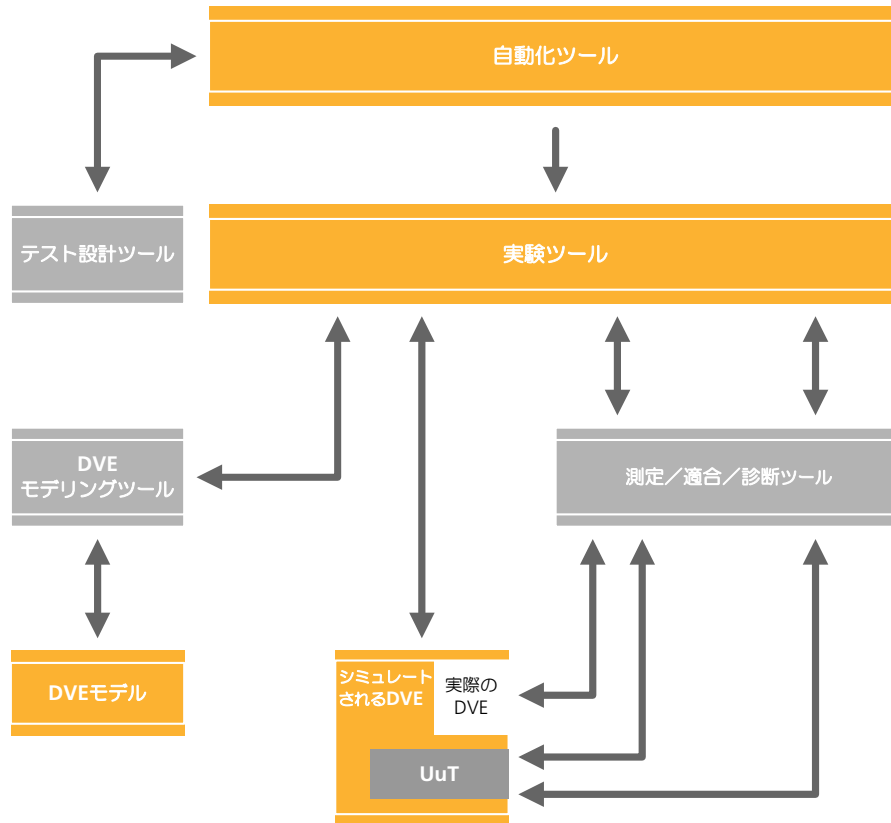

図 2-3 テストシステムの全体的なアーキテクチャ
前項に示した UuT のテストを実現するためには、図 2-3 に示されるようなアーキテクチャを持つ、コントローラ開発用テストシステムが必要となります。
- 図 2-3 において、中心となるのは「**実験**」です。これは、UuT、および DVE（ドライバー、車両、環境）のシミュレーションで構成されます。